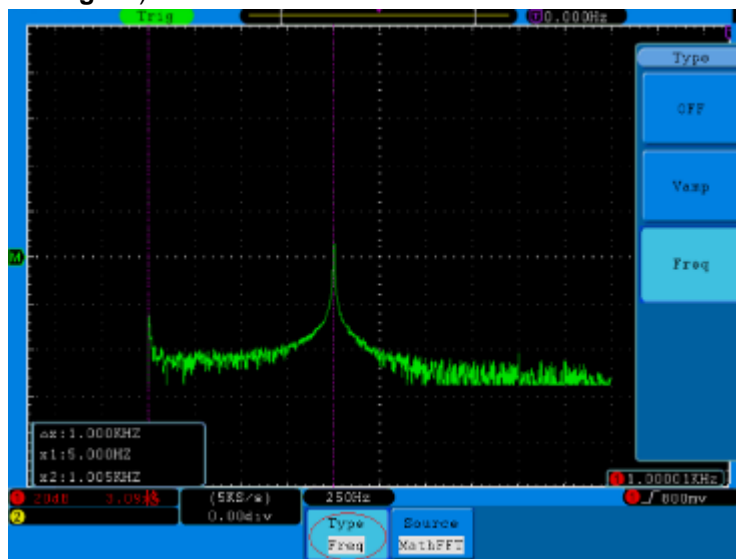

Fig. 76 Onde de mesure du curseur de Freq
3. Selon la forme d'onde mesurée, réglez les positions du Curseur 1 et du Curseur 2 tournant le bouton **VERTICAL POSITION** de CH1 et CH2. La fenêtre d'augmentation montre la différence entre la valeur et la position actuelle (Voir la **Fig. 76**).